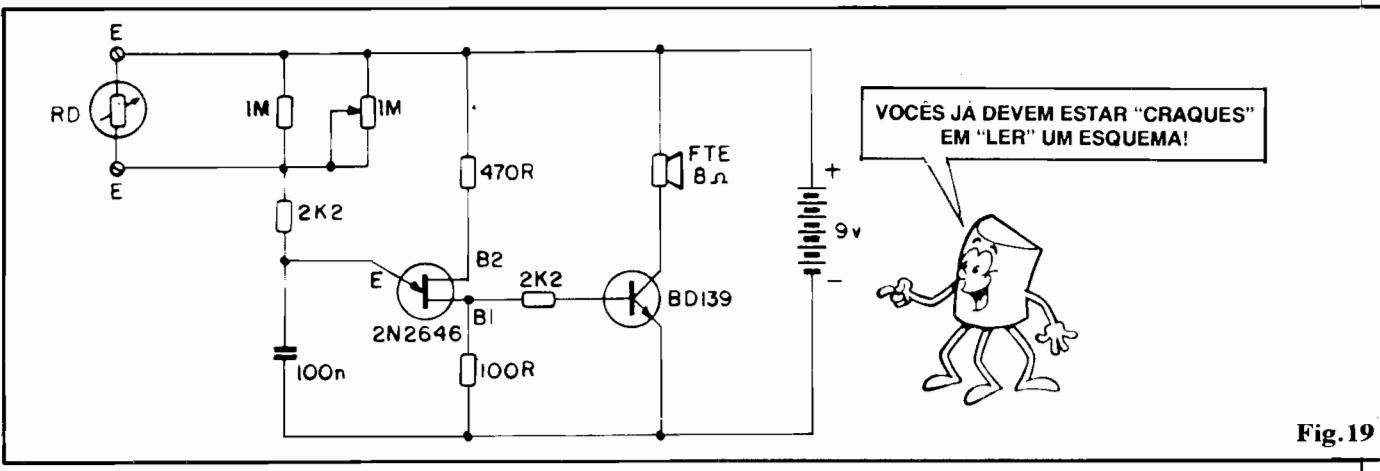

Fig. 19
FIG. 19 - Esquema do Circuito/Experiência... A “coisa” é, basicamente, estruturada em dois blocos. O primeiro é um simples oscilador centrado num transístor unijunção (TUJ) 2N2646, cujo funcionamento já estudamos na 9ª “Aula” do ABC. Observem (e, se necessário, revejam a 9ª “Aula”...) que a frequência de oscilação depende unicamente o ritmo de carga/descarga do capacitor de 100n, e recebe total influência do
- SEQUÊNCIA DA EXPERIÊNCIA - Os mais atentos já devem ter "percebido" as intenções básicas da Experiência... Observando o esquema (fig. 19) fica claro que podemos incorporar ao circuito (via pontos E-E) qualquer "Resistor Dependente". É exatamente isso o que faremos, analisando, então, "auditivamente", através da mudança da frequência de áudio emitida pelo alto-falante, as variações resistivas ocorridas no sensor, sob a influência dos "fatores externos" (LUZ, para um LDR, CALOR para um TERMÍSTOR, etc.). Vejamos: